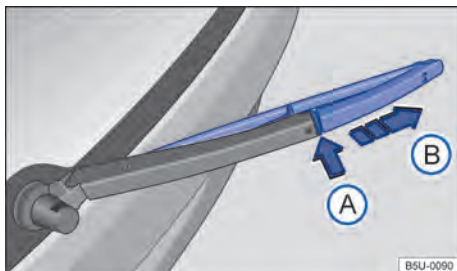

Fig. 132 Sustituir la escobilla limpiaparabrisas de la luneta trasera.
– Mantenga pulsada la tecla de desbloqueo → fig. 132 .